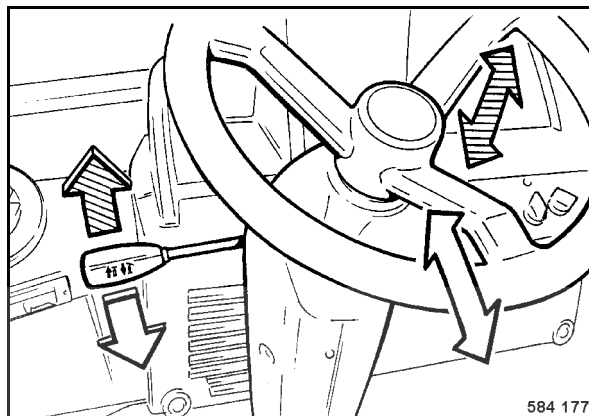

Fig. 69
- Tirer le levier (Fig. 69) vers le haut et régler le volant à la hauteur désirée.